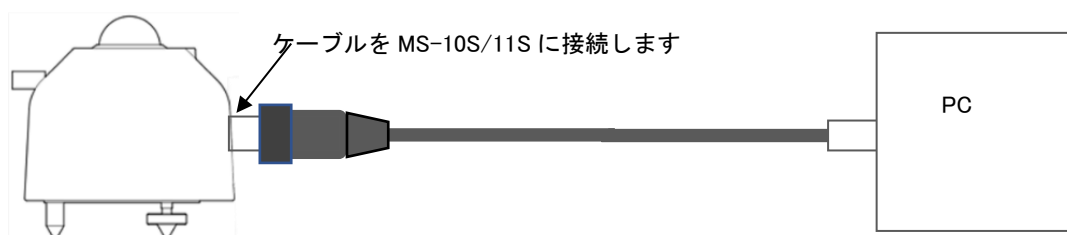

図 A2-2. 「EKO コンバータケーブル」の使用 (オプション)
- 4) オプション品の EKO コンバータケーブルを使用すると、ケーブルのコネクタを本体に差し込むだけで簡単に設置できます。MS-10S/11S の電源は USB 経由で供給できます (図 A2-2 を参照)。